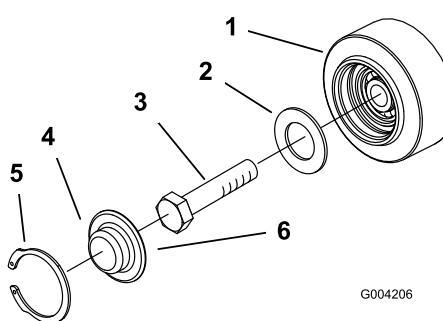

Figura 42
3. Retire la anilla a presión y el tapón de una de las ruedas de rodaje (Figura 42).
4. Compruebe la grasa que hay debajo del tapón y alrededor de la junta (Figura 42). Si está sucia, tiene arena o queda poca grasa, elimine toda la grasa, cambie la junta, y añada grasa nueva.
6. Coloque el tapón engrasado sobre la cabeza del perno (Figura 42).
7. Sujete el tapón de la rueda de rodaje con la anilla a presión (Figura 42).